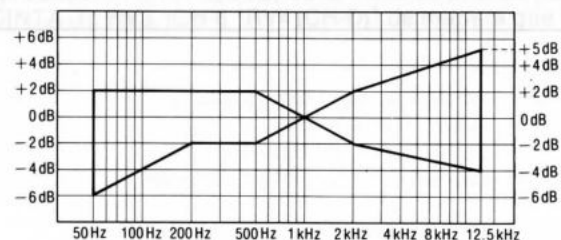

Fig. 8
5. Après cela, amplifier le signal enregistré sur la bande vierge CrO2 (QZZCRX) et la bande vierge métallisée (QZZCRZ) jusqu'à 12,5 kHz et régler de la même manière que celle mentionné ci-dessus. Puis, vérifier que le niveau de fréquence soit en deçà de la plage montrée à la Fig. 8.